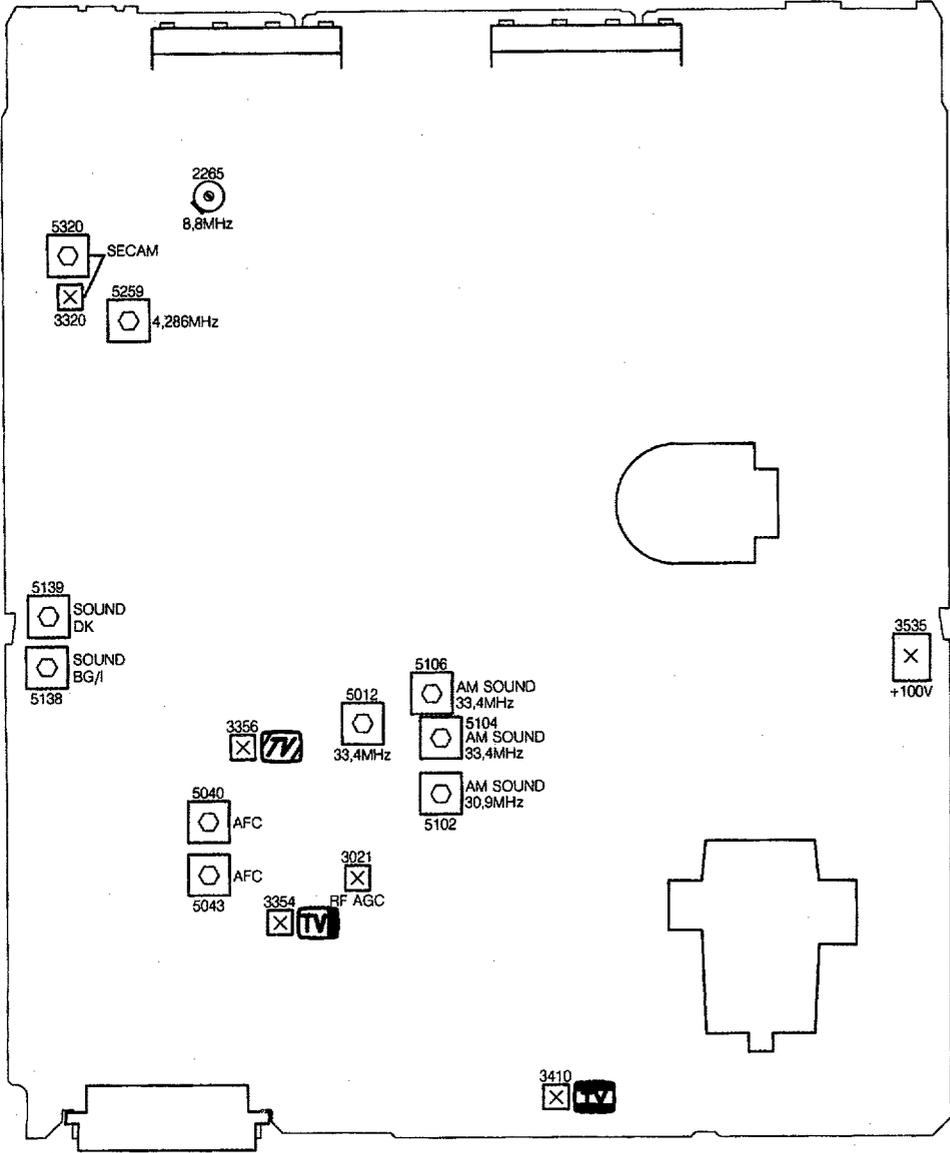

Bild. 7
1.1 +100 V Versorgungsspannung (Abb. 7)
1.7 MF-Filter für PAL/SECAM-BGLL'- oder PAL/SECAM-BGLL'I-Geräte (Siehe Abb. 7)